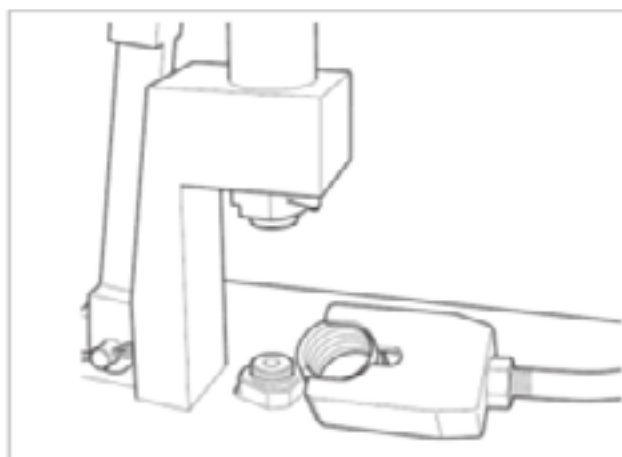
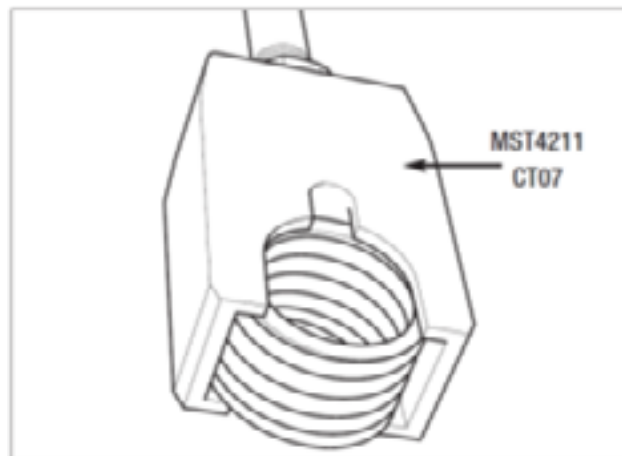

Fig. 2.64
Fig. 2.65
4. Enquanto a mola estiver comprimida, insira-a na ferramenta MST4211 - CT07 e remova-a da ferramenta de compressão da mola (Fig. 2.64 e Fig. 2.65).